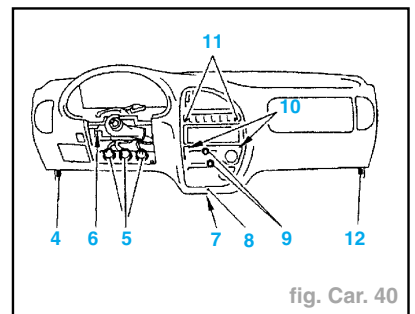

fig. Car. 40
- Débrancher les connexions électriques (5) (fig. Car. 40).
- le bouton (9),
- les vis (8), (10) et (11).
- les vis (4) et (12) (liaison pied AV),
- la vis (6) (liaison colonne de direction),
- la vis (7) (liaison inférieure groupe de chauffage).